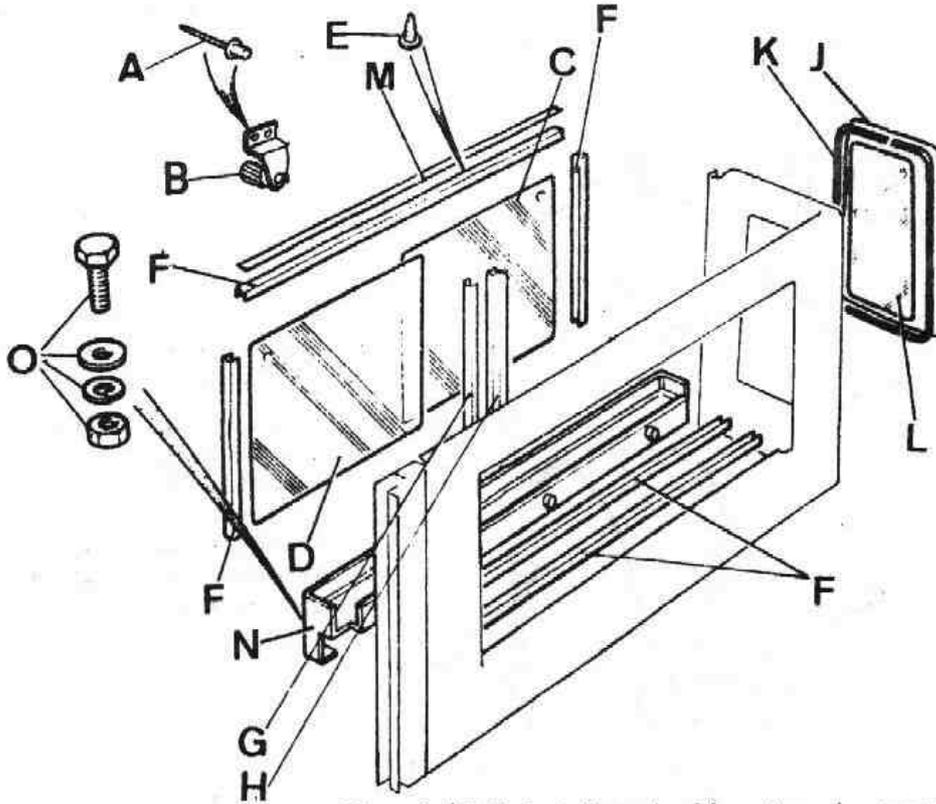

Fig. Q-47 Cristales deslizantes de ventanilla
9.1. El desmontaje y montaje es similar al del respaldo de cabina (Operaciones 5 y 6 de la Tarea Q-10) (Fig. Q-47)